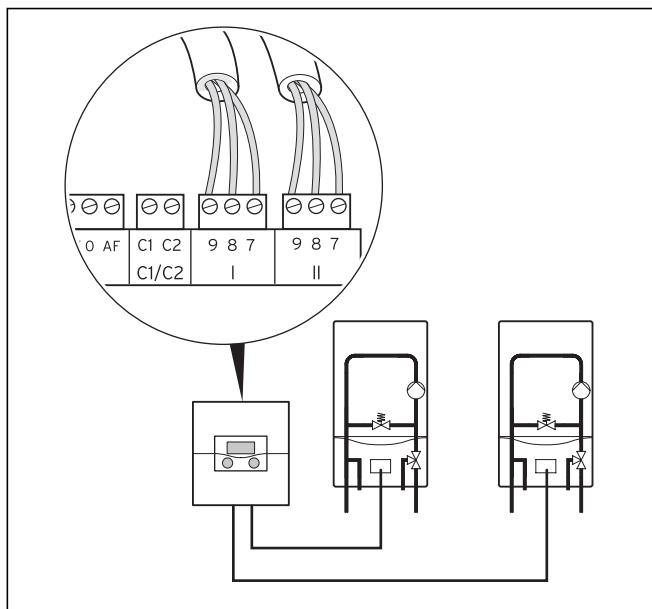

Рис. 5.14 Подключение каскада из 2-х аппаратов
- Подключайте каскад из 2-х аппаратов прямо к корпусу для настенного монтажа (→ **рис. 5.14**).